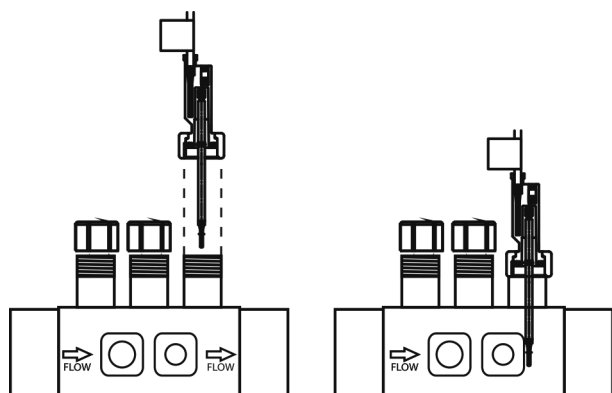

Fig. 10b
2. Instalar o detector de fluxo (interruptor de fluxo) fornecido sempre na posição vertical no porta-sensores fornecido com o equipamento (Fig. 10b).